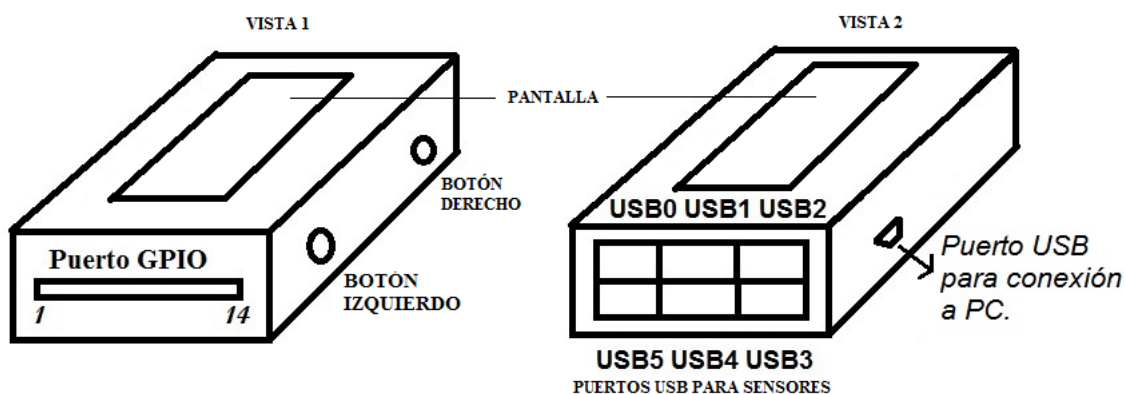

Figura 1. Sistema de adquisición de datos. Puertos accesibles al usuario vistos desde dos posiciones (vista 1 y vista 2).
3. En el sistema seleccione la función deseada (ver descripción de las funciones) mediante el botón “SELECT” (botón izquierdo) y oprima “START” (botón derecho). Ver figura 1.
Cuando la fotocompuerta es conectada al puerto USB0 (ver figura 1), el sistema arroja los tiempos (ms) en que se produce una interrupción del haz. El contador se inicia en el momento que se presiona “START”. Esta función es útil en diversos experimentos de mecánica como el cálculo de velocidad angular en función del tiempo haciendo uso de una polea ranurada perpendicular al haz. Los tiempos son visualizados en el HyperSerialPort.
Cuando la fotocompuerta es conectada al puerto USB0 (ver figura 1), el sistema arroja los tiempos (ms) en que se produce una transición de claro a oscuro u oscuro a claro en el fotodetector. El contador se inicia en el momento que se presiona "START". Esta función es útil en diversos experimentos de mecánica como el cálculo de la velocidad máxima de un péndulo en función del tiempo. Los tiempos son visualizados en el HyperSerialPort.
Cuando la fotocompuerta es conectada al puerto USB0 (ver figura 1), el sistema arroja el tiempo (ms) que dura una interrupción del haz. Esta función es muy útil para la medida de velocidades. Los tiempos son visualizados en el HyperSerialPort. Esta opción permite ver el tiempo directamente en la pantalla del sistema.
Cuando las tarjetas de sensores análogos se conectan a los puertos USB2 ó USB3 (ver figura 1), el sistema arroja un número entero N entre 0 y 1023 que está relacionado con la variable física asociada al sensor correspondiente. Antes de comenzar la medida, se le pide al usuario escoger el tiempo entre datos presionando "SELECT" hasta llegar al valor deseado. Luego debe presionarse "START". Los datos son visualizados en el HyperSerialPort. Esta opción permite ver los valores directamente en la pantalla del sistema.
Cuando el módulo de termocupla se conecta al puerto GPIO⁴ (ver figura 1), el sistema arroja la temperatura en grados centígrados. El rango de temperaturas a medir puede estar entre 0°C y 127.5°C. La resolución es de 0.13°C. La temperatura es visualizada en el HyperSerialPort y se actualiza cada segundo. Esta opción permite ver el valor de la temperatura directamente en la pantalla del sistema.